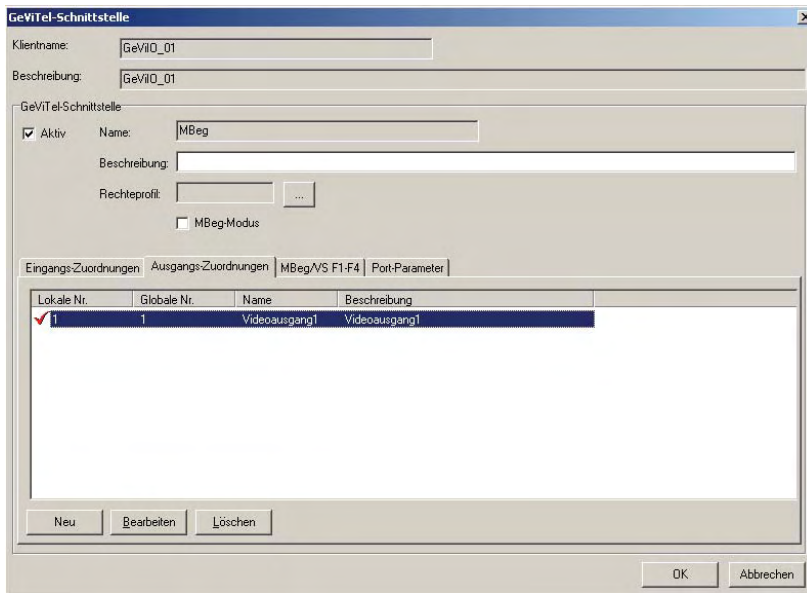

Abbildung 8-11: Schnittstellen-Ausgangszuordnungen
- Darüber hinaus muss der MBeg-Schnittstelle mindestens ein Videoausgang hinzugefügt werden. Dieser Vorgang erfolgt im Bereich „Ausgangs-Zuordnungen“ (Abbildung 8-11).